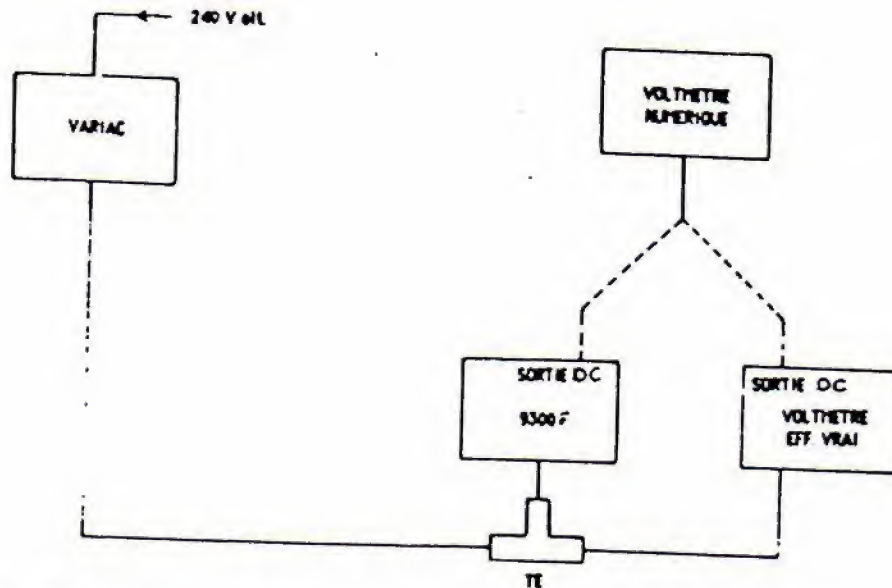

Figure 5.1 Vérification de la calibration des tensions élevées et de la surcharge de l'entrée
36. Brancher les appareils de mesure comme indiqué à la figure 5.1. Le voltmètre numérique doit être connecté à la sortie continue du voltmètre. Régler la sortie du variac à zéro. Sélectionner la gamme 10 V sur le voltmètre et le 9300F. Sélectionner la gamme 1 V sur le voltmètre numérique.